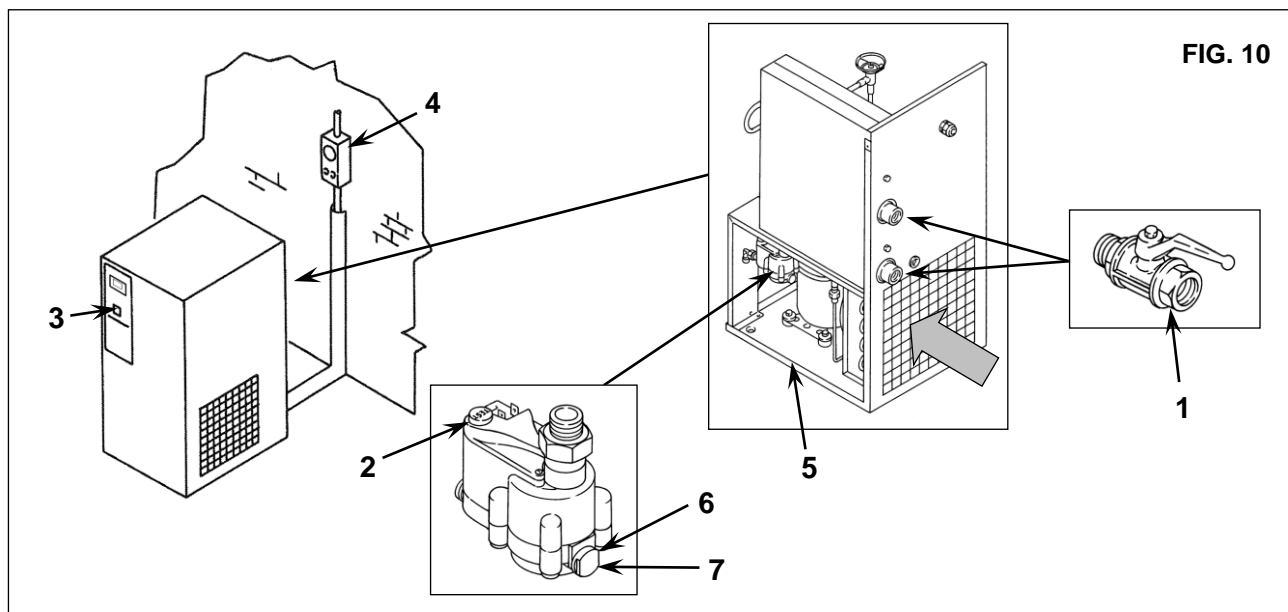

FIG. 10
### 15.2 CURĂȚAREA FILTRULUI DE EVACUARE AUTOMATĂ A CONDENSULUI (fig. 10)
- Închideți robinetul ref.1 fig. 10
- Eliberați presiunea din uscător prin apăsarea butonului de evacuare a condensului, "TEST", poziționat pe capcana de abur Ref. 2 fig. 10
- Opriți utilajul prin apăsarea butonului STOP ref. 3 fig. 10
- Deschideți întrerupătorul automat diferențial de alimentare ref. 4 fig. 10
### 15.3 CURĂȚAREA CONDENSATORULUI (fig. 10)
- Îndepărtați panourile, ref.5 fig. 10
- Curățați aripioarele condensatorului ref. 1 cu aer comprimat (fig. 10) **NU UTILIZAȚI APĂ SAU SOLVENȚI**
- Închideți panourile, ref.5 fig. 10